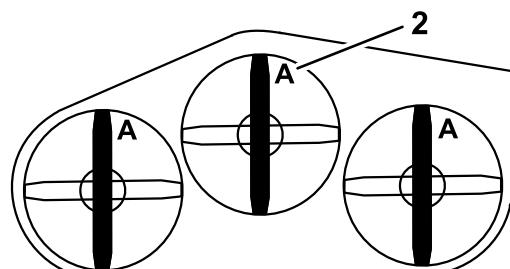

**Figura 75**
1. Inspeccione los filos de corte (Figura 75). Si los bordes no están afilados o tienen muescas, retire las cuchillas y afílelas. Consulte Afilado de las cuchillas.
2. Inspeccione las cuchillas, especialmente la parte curva. Si observa fisuras, desgaste o la formación de una ranura en esta zona, instale de inmediato una cuchilla nueva (Figura 75).